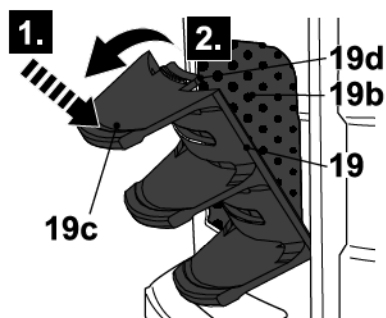

Fig. 21
- > Pressione o suporte da mangueira de ar (19c) para desengatar o trinco (19d) e remover a tampa do filtro de ar (19) (Fig. 21).
- > Voltar a montar o filtro de ar (19b) e a tampa do filtro de ar (19). Assegurar-se de que os fechos (19d) se encaixam de novo na posição.